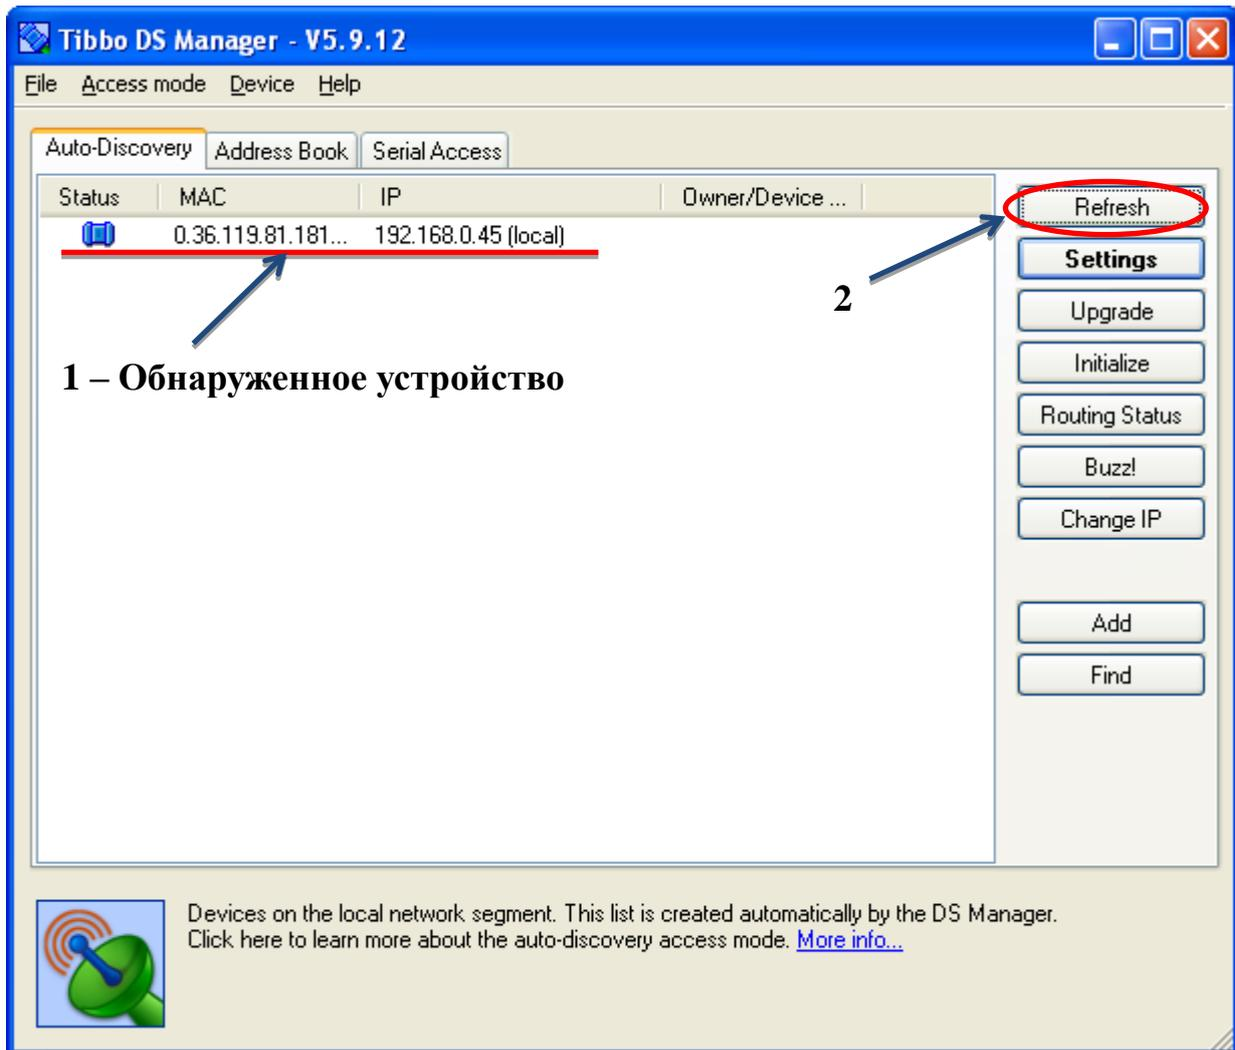

Рисунок 16 – Окно программы Tibbo DS Manger
4. Открыть программу Tibbo DS Manger (см. рисунок 16)